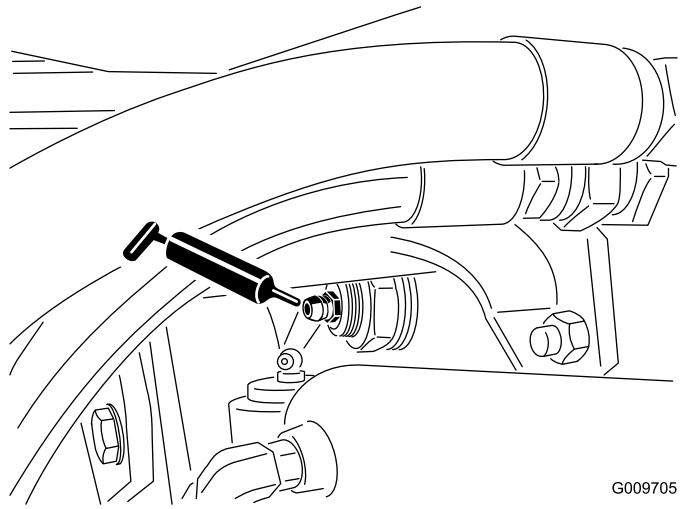

Figure 49
- Bagues de pivot de pont arrière (2) (Figure 49).